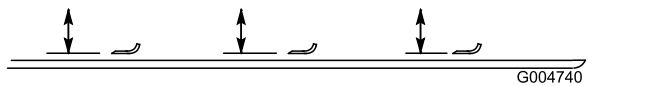

Figura 116
2. Gire la cuchilla hasta que los extremos estén orientados hacia adelante y hacia atrás, y mida desde el interior de la carcasa de corte al filo de corte en la parte delantera de la cuchilla (Figura 116).